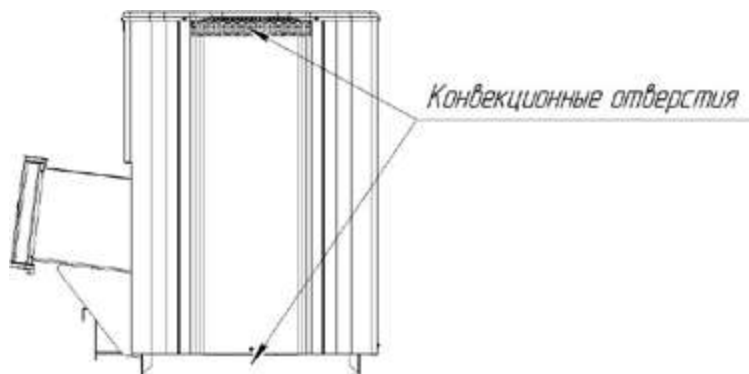

Рисунок 4 — Расположение конвекционных отверстий
**ВНИМАНИЕ!** Запрещается перекрывать конвекционные отверстия в нижней и верхней части печи или затруднять конвекцию любым другим способом (рисунок 4).